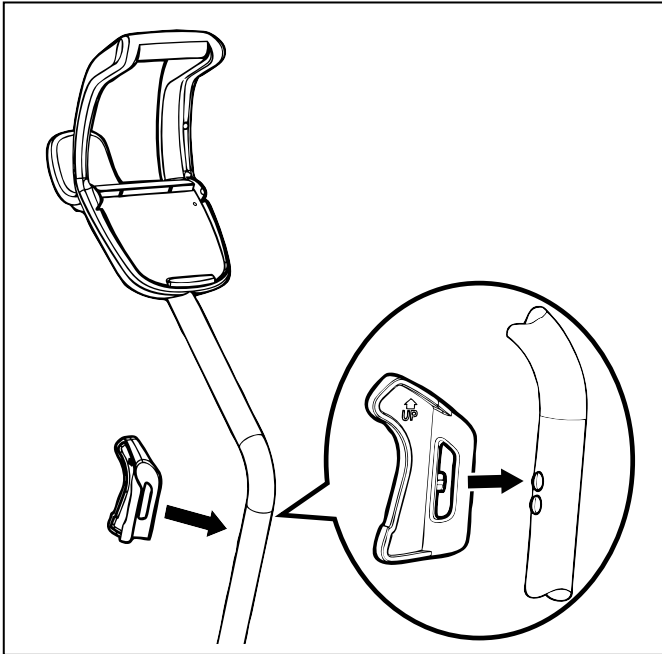

Figura 7. Coloque el gancho del limpiador en su lugar
- Haga alinear las clavijas del gancho con los agujeros de la parte superior en el tubo de la manija hasta que queden en su sitio (Figura 7).